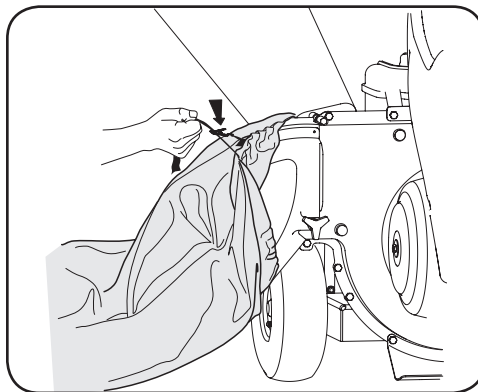

Figura 4-2
2. Oprima la hebilla de seguridad para soltar la tira de extracción de la bolsa antes de soltarla del deflector del canal. Vea la Figura 4-2.